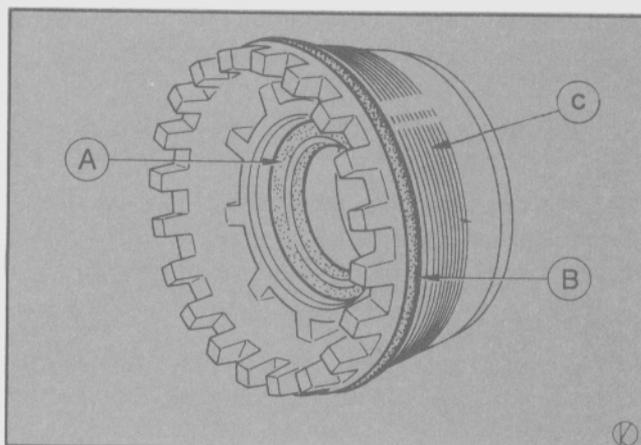

Fig. 53 - A: Retén de aceite
- Colocar el conjunto diferencial en la carcasa y Ajustar los soportes de los cojinetes derecho e izquierdo. (Previamente lubricadas sus roscas con el fluido especificado y con un nuevo sello anular). Ajustar ambos soportes uniformemente hasta que se asienten los cojinetes correctamente y se permita percibir una holgura entre los dientes del piñón y la corona (Fig. 53).